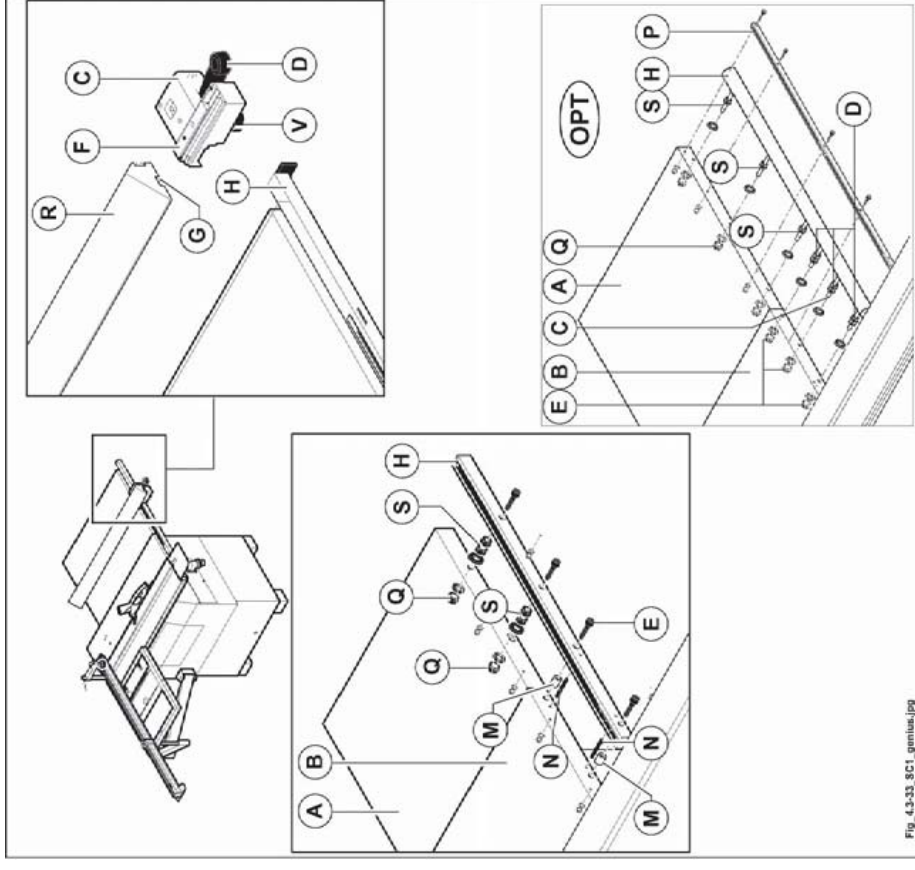

Abb. 4.3-33
die Muttern (D Abb. 4.3-33) nicht lockern, da sie von unseren Technikern für die richtige Positionierung der zylindrischen Führung eingestellt wurden.
- 2) Mutter (E Abb. 4.3-33) anziehen.
- 3) Die Muttern (S Abb. 4.3-33) an der zusätzlichen Fläche (A Abb. 4.3-33) von Hand anschrauben und achtgeben, daß die Führung (H Abb. 4.3-33) dabei nicht verformt wird; abschließend die Muttern (Q Abb. 4.3-33) festspannen.
- 4) Kontrollieren Sie, ob die Führung (H Abb. 4.3-33) linear ausgerichtet ist und nehmen Sie, falls notwendig, die entsprechenden Einstellungen mit Hilfe der Muttern (S Abb. 4.3-33) vor.